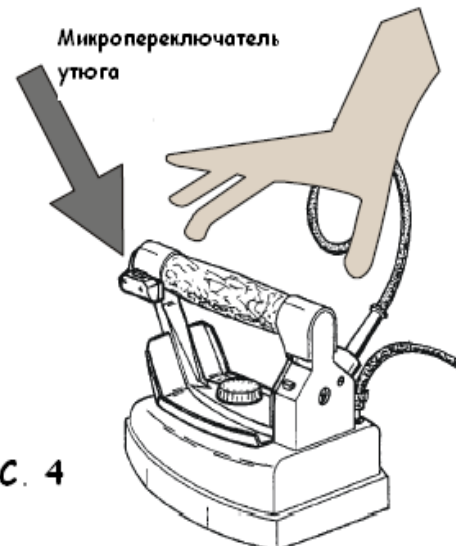

РИС. 4
5. Нажмите 3-4 раза на красную кнопку микропереключателя на утюге (рис.4), так что пар начал выходить: данная операция должна осуществляться для разогрева труб внутри утюга. Таким образом вы предотвращаете возникновение мелких капель конденсата внутри утюга. Регулировка пара обеспечивается поворотом по часовой или против вентилу электроклапана (рис.2).
1. переместите утюг на одежду, нажав микропереключатель для пара на утюге (рис.4). А для наилучшего результата, переключите термостат утюга в положение